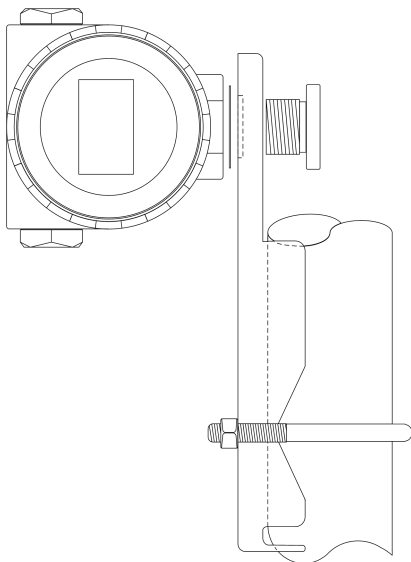

图 2.1 平支架管装
**平支架管装**的典型安装方式如图 2.1 所示。用所提供的密封接头（组件 16）将变送器固定于管装平支架上，再通过 U 型螺栓将管装平支架固定于  $\Phi 50\text{mm}$  左右的垂直管上。